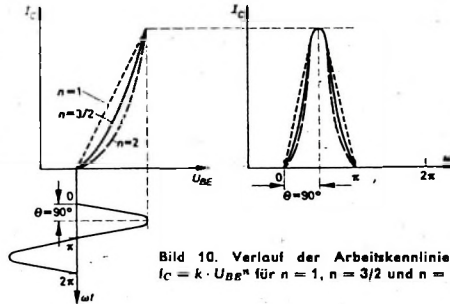

Bild 10. Verlauf der Arbeitskennlinien $I_C = k \cdot U_{BE}^n$ für $n = 1$, $n = 3/2$ und $n = 2$
Über die verschiedenen Arbeitskennlinien gibt Bild 10 Aufschluß. Hier ist der zeitliche Verlauf des Collectorstroms bei einem Stromflußwinkel von $\Theta = 90^\circ$ aufgetragen, und zwar für die Kennlinien $I_C = k \cdot U_{BE}^n$ mit $n = 1$, $n = 3/2$ und $n = 2$. Wie man sieht, liegen die Aussteuerungskurven des Collectorstroms nahe beieinander. Ähnlich ist es auch bei den Kurven im Bild 11 (in dem die Beziehungen Gl. (11) bis Gl. (14) für die verschiedenen Arbeitskennlinien ausgewertet sind), so daß sich fast alle praktisch vorkommenden Arbeitskennlinien in diese Gruppen einordnen lassen. Der Gebrauch der Kurven soll im folgenden an einigen Beispielen erläutert werden.